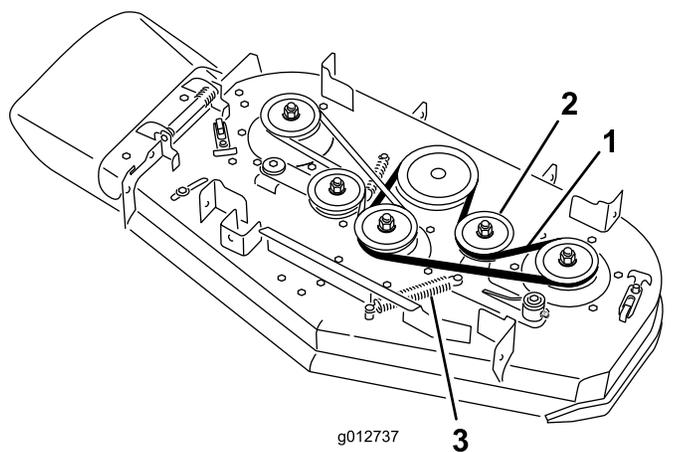

Рисунок 65
- A. Снимите пружину со штыря зацепления пружины на рычаге натяжного ролика (Рисунок 65).
- B. Снимите изношенный ремень газонокосилки (Рисунок 65).
- C. Проложите новый ремень газонокосилки вокруг шкивов деки, шкива муфты и натяжного ролика (Рисунок 65).